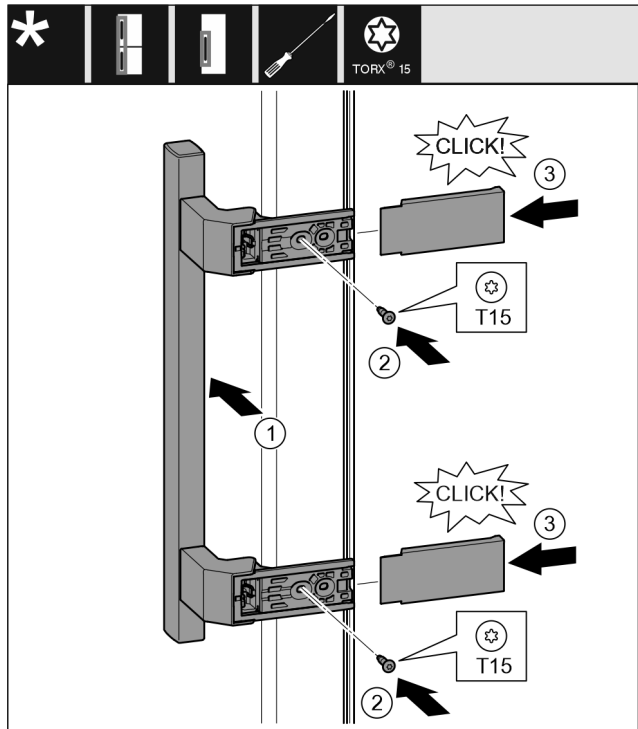

Fig. 31
- ▶ Встановіть ручку з протилежного боку. Fig. 31 (1)
- ▶ За допомогою викрутки T15 закрутіть гвинти. Fig. 31 (2)
- ▶ Встановіть збоку кришки і посуньте їх. Fig. 31 (3)